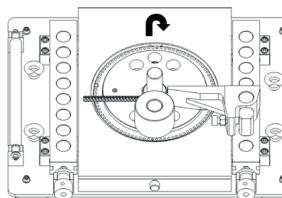

Рис. 4. Подача арматуры справа
- установите переключатель фаз (K5) (при наличии) в требуемое положение. При подаче арматуры справа (см. рис. 4), переключатель устанавливается в положение 1 (по часовой стрелке). В моделях VPK Г-40 и VPK Г-42 фазы питания двигателя переподключаются вручную;
- если поворотный диск вращается по часовой стрелке, упор устанавливается справа (см. рис. 4);